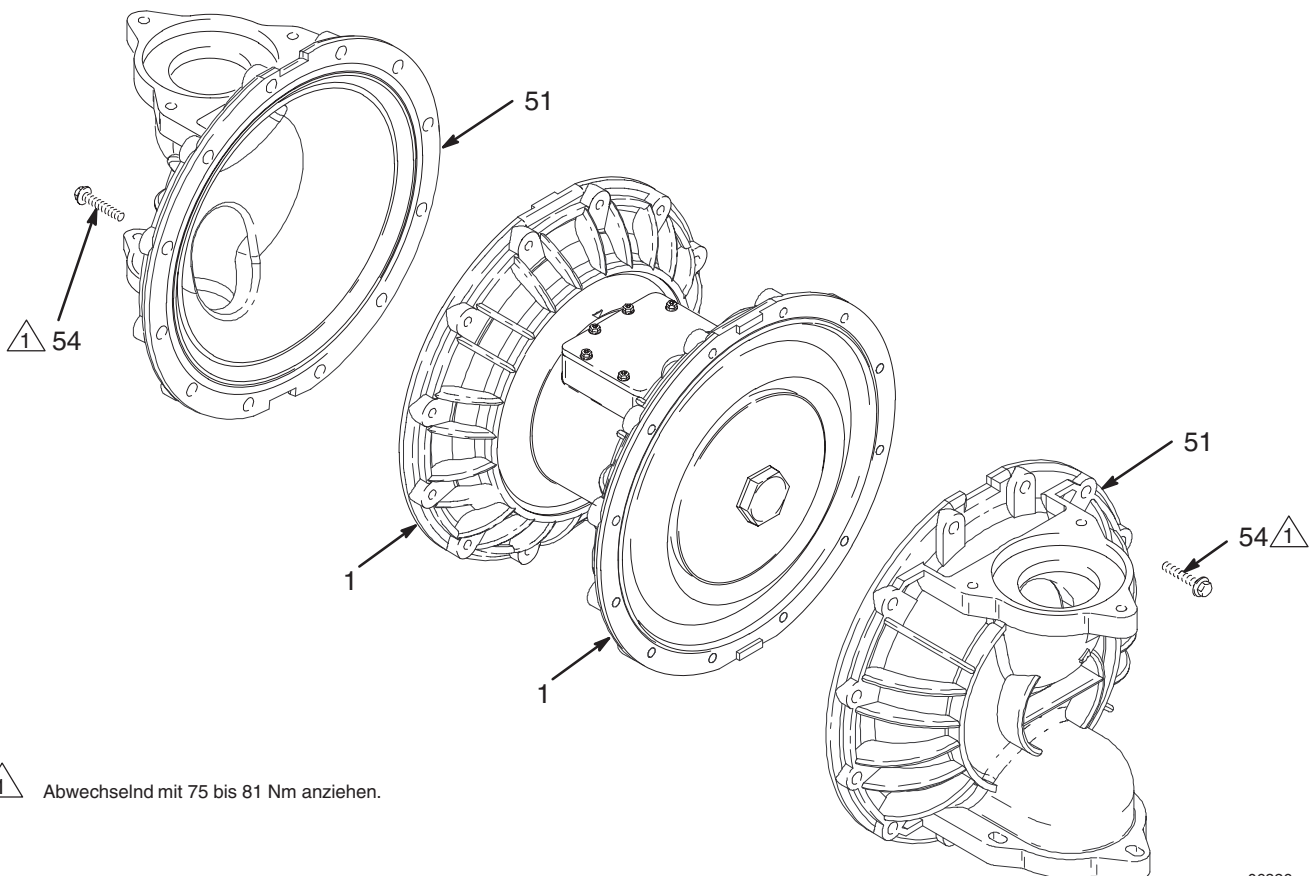

Abb. 8
3. Mit einem 15 mm-Steckschlüssel die Schrauben (54) abnehmen und die Materialabdeckungen von der Pumpe abziehen. Siehe Abb. 8.
6. Die Materialdeckelschrauben (54) fingerfest installieren. Die Schrauben abwechselnd auf 75 bis 81 Nm anziehen. Siehe Abb. 8.